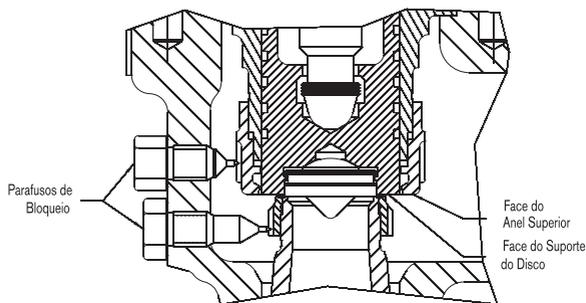

Figura 02
- 2 Remova os parafusos de bloqueio dos anéis superior e inferior (05) (04).
- 3 Mova o anel superior (07), de modo que a face inferior fique no mesmo nível da face do suporte do disco (Figura 02).